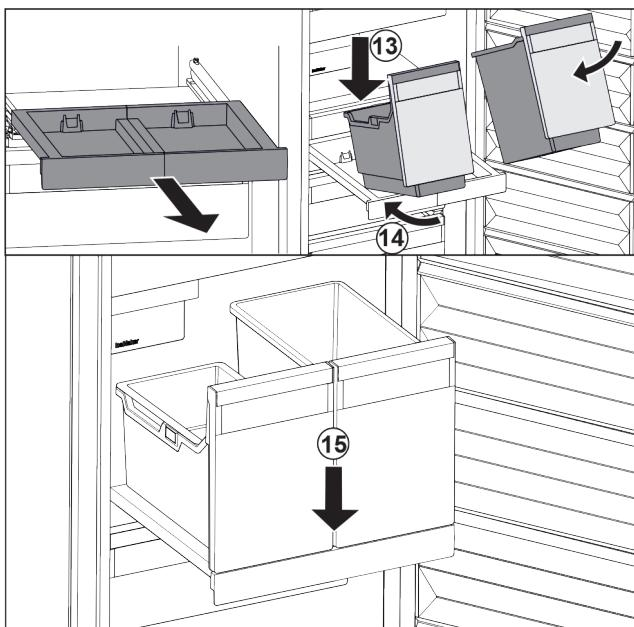

Fig. 34
- Posodo položite na izvlečno polico v poševnem položaju. Fig. 34 (13)
- Posodo potisnite v poševnem položaju proti zadnji strani. Fig. 34 (14)
- Posodo odložite spredaj. Fig. 34 (15)